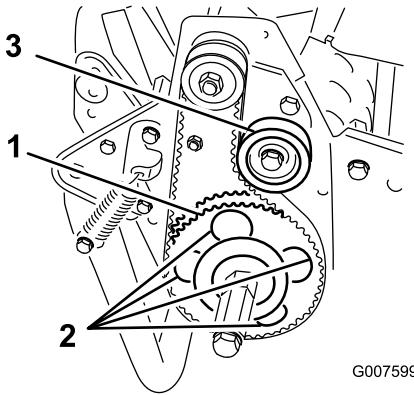

図 44
7. 受動プーリを回して、4つの穴にローラベアリングフランジネジを整列させる（図 44）。
- 11. ベルトの張りを調整し、アイドラブーリネジを締める (図 44)。